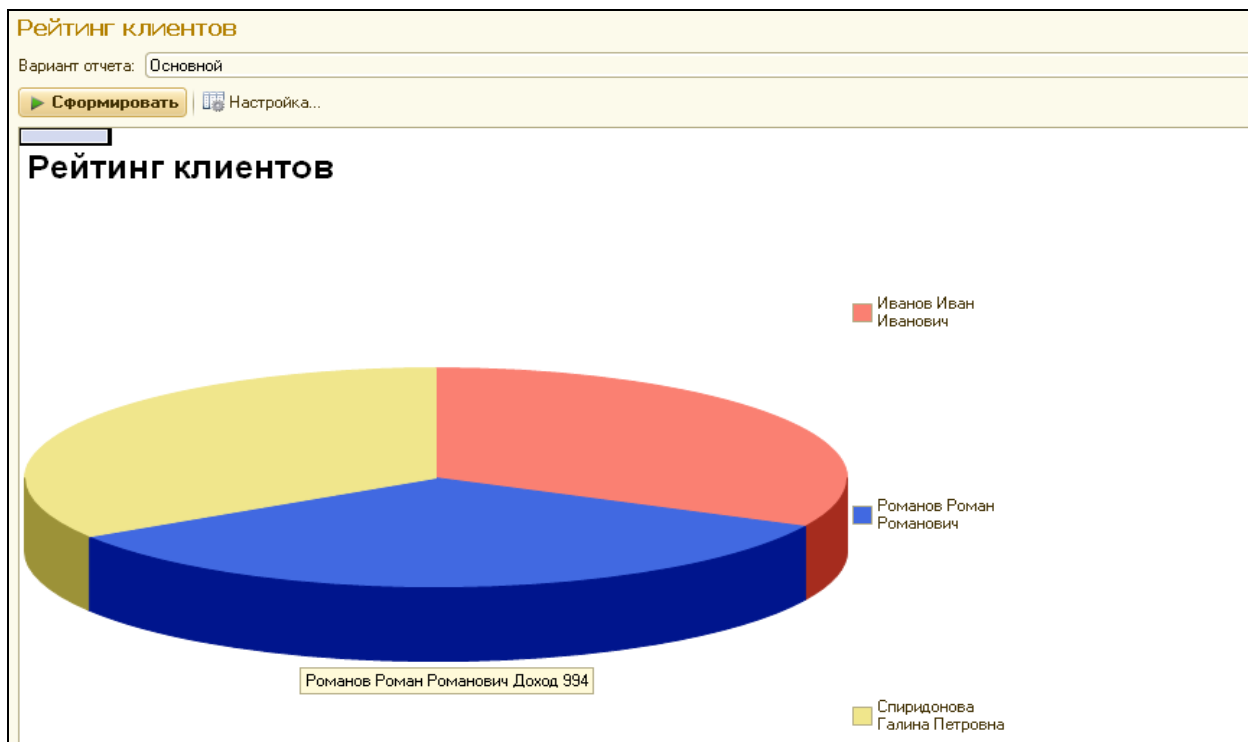

Рисунок 4.57 Круговая объемная диаграмма
12. Загрузить 1С:Предприятие. Открыть и сформировать отчет **Рейтинг клиентов** (рис.4.57).